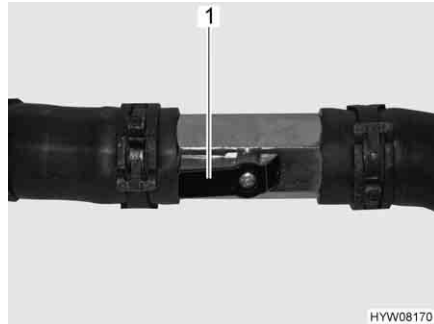

Bild 186 Avstängningsventilen öppen
- Ställ avstängningsventilens spak (Bild 186,1) parallellt med röret (Bild 186).